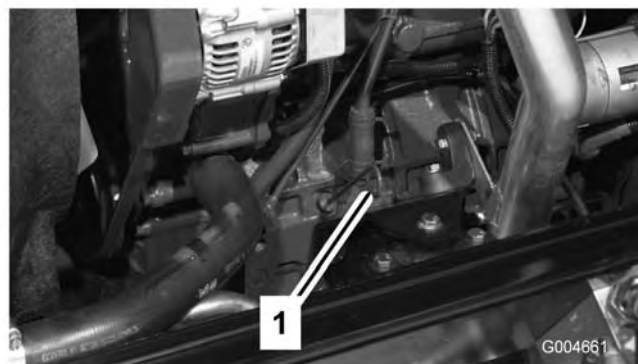

Figura 5
3. Togliete l'asta di livello, pulitela strofinandola, rimettetela nel tubo ed estraetela di nuovo. Il livello dell'olio deve raggiungere la tacca di pieno (Full) (Figura 5).